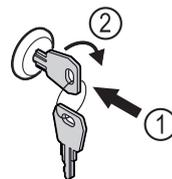

Fig. 206
- Insérer la clé. Fig. 206 (1)
- Tourner la clé à 90° dans le sens horaire. Fig. 206 (2)